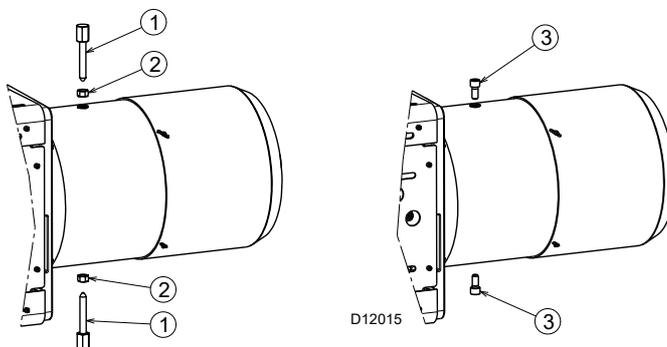

Fig. 12
- Avant la pose du brûleur sur la chaudière, retirer les vis et les écrous 1)-2)(Fig. 12). Les remplacer par les vis 3) M12x16 fournies.